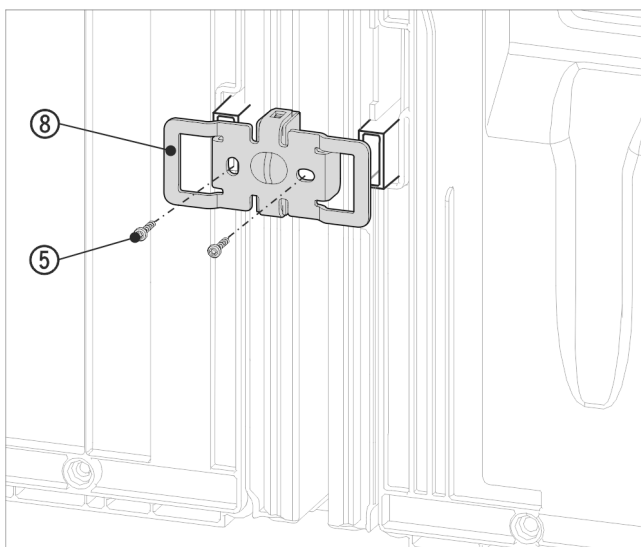

Fig. 18 Näitlik kujutis
- Lükake nurgik Fig. 18 (8) uuesti väljalõigetega seina-vahe-hoidiku kinnituspessa kohale.
- Kruvige 2 kruviga Fig. 18 (5) tugevasti külge.